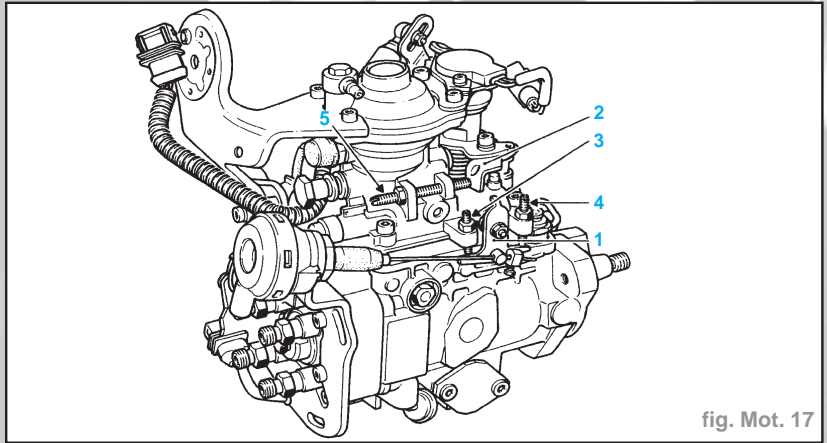

fig. Mot. 17
## RÉGLAGE DU RALENTI ET DU DÉBIT RÉSIDUEL (ANTICALAGE) (fig. Mot. 17)
- Mettre le levier de ralenti séparé (1) en appui sur la vis de ralenti accéléré (4), puis ajuster le régime à **850 ± 25 tr/mn** à l'aide de cette vis (4) (fig. Mot. 17)
- Lorsque les réglages précédents sont effectués, il sera nécessaire de régler la longueur de l'amortisseur, levier de charge (2) en appui sur la vis de débit résiduel (5) (fig. Mot. 17)